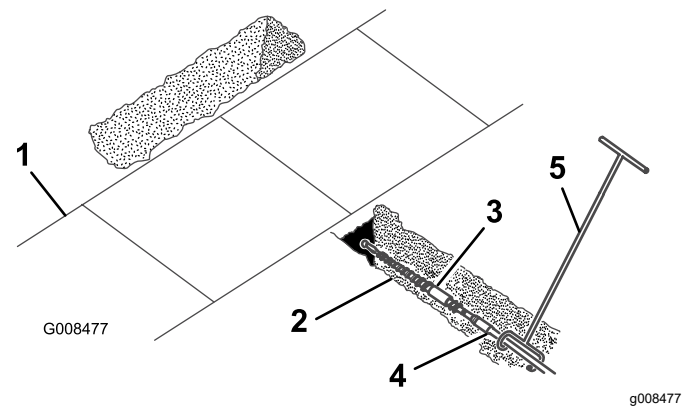

Figura 27
4. Conecte la guía de la varilla a la varilla, justo por detrás de la broca (Figura 27).
7. Mueva la unidad de tracción lentamente hacia adelante; la persona que tiene la herramienta de guía de la varilla debe guiar la penetración de la broca en el suelo (Figura 27).